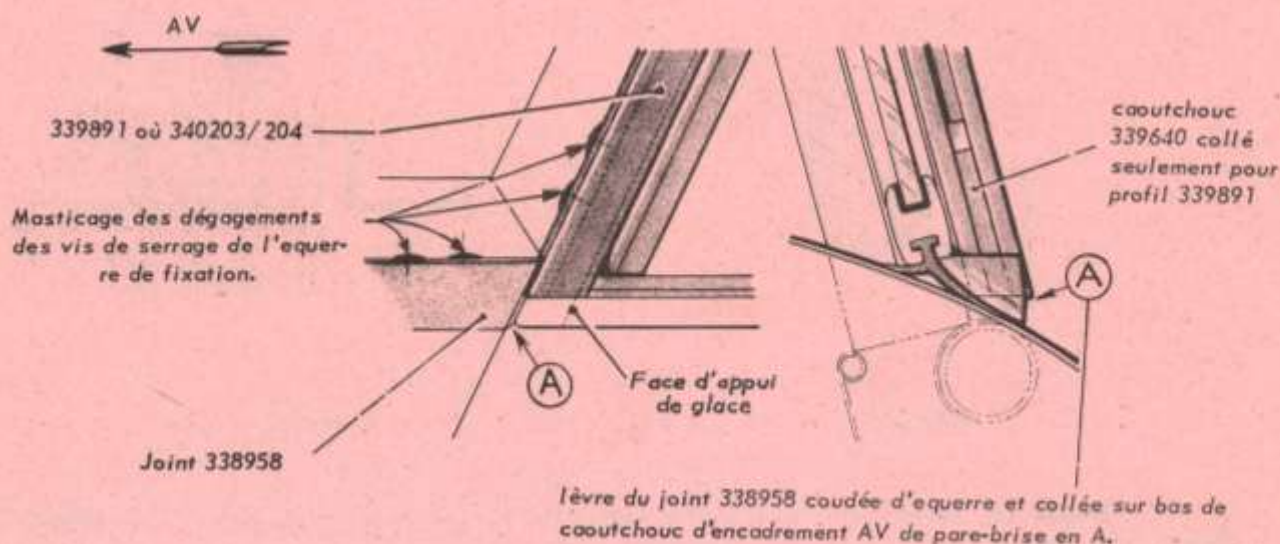

FIGURE 1
1 - Remplacer le joint inférieur d'étanchéité du pare-brise (en trois éléments) par un joint moulé en forme N° 338958 dont les extrémités devront être adaptées suivant Fig. 1, mais une fois que l'opération 2 aura été réalisée.
N.B.- S'assurer dans le cas des joints 339891 qu'à leur partie inférieure, est bien collée une longueur de 50 mm de profilé N° 339640. (voir figure 1)
N.B.- Après essai au jet, vérifier s'il y a nécessité de mastiquer aux points de raccordement non mobiles, Exemple : en A - Fig. 1.